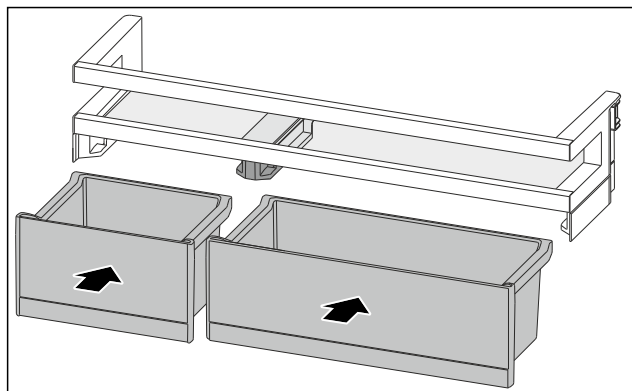

Fig. 169
- Установите ящики VarioBox, поменяв их расположение. (см. Fig. 169)